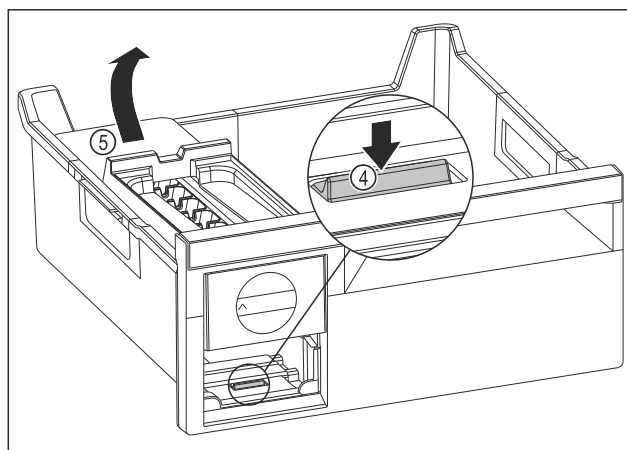

Fig. 85
- ▶ Vyjmutí korpusu EasyTwist-Ice: Lamelu Fig. 85 (4) zatlačte prstem směrem dolů a zároveň nadzvedněte druhou rukou korpus EasyTwist-Ice Fig. 85 (5) zezadu.